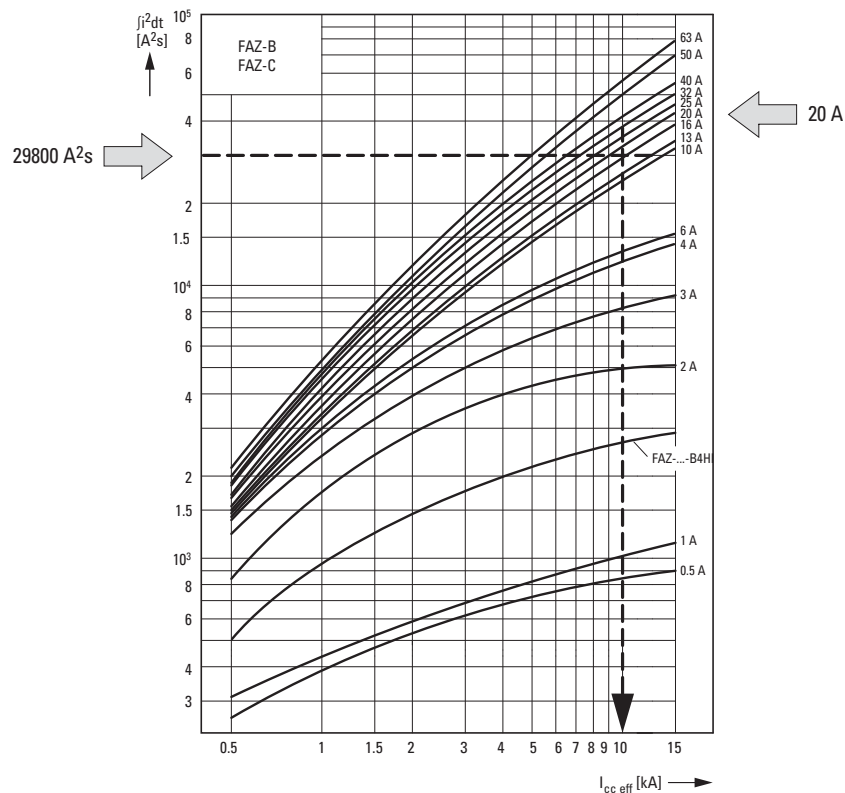

Figure 12 : Protection des lignes par FAZ-3-B20
- Le niveau de court-circuit $I_{cc \text{ eff}}$ au point d'installation ne doit donc pas dépasser 10 kA (→ a courbe de la figure 12).